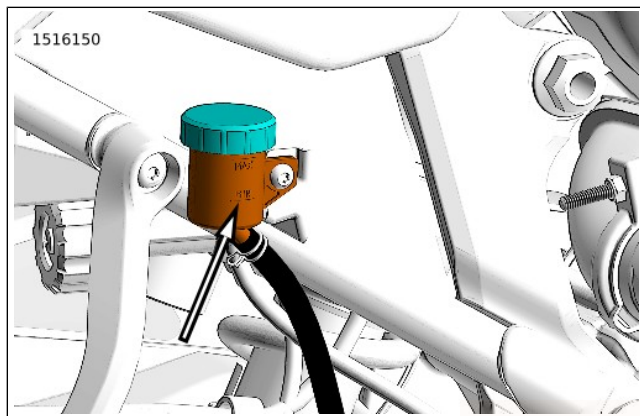

Abbildung 59. MIN-Markierung am Hinterradhauptbremszylinderbehälter
3. **Hinten:** Siehe Abbildung 59 Den Füllstand an der Seite des Hinterradbremssflüssigkeitsbehälters prüfen. Füllstand muss über der Mindestmarkierung am Schauglas liegen.